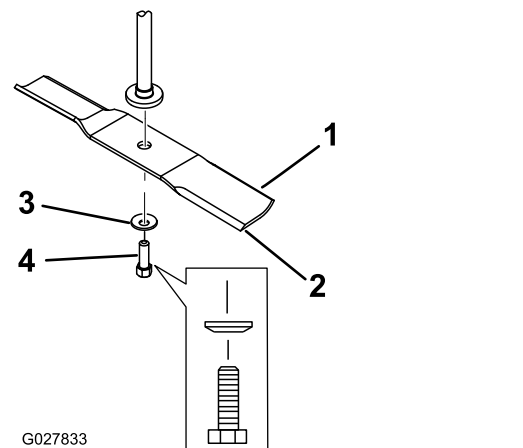

Figure 64
2. Enlevez de l'axe, le boulon, la rondelle courbe et la lame (Figure 64).
1. Placez la lame sur l'axe (Figure 64).
2. Posez la rondelle courbe (face concave vers la lame) et le boulon de lame (Figure 64).